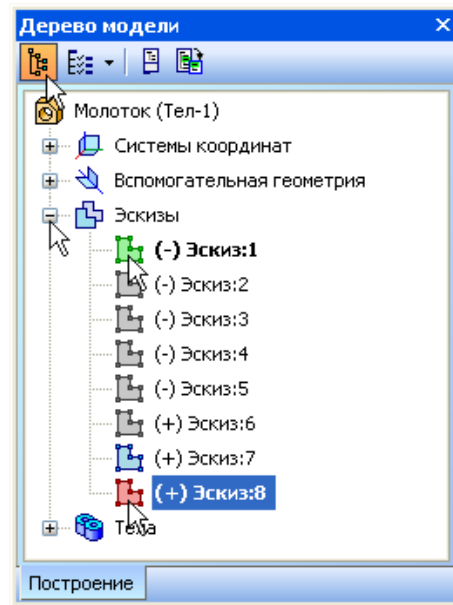

Рисунок 40.
- В Дереве модели укажите сечения — **Эскиз:1** и **Эскиз:8** (рис. 40).